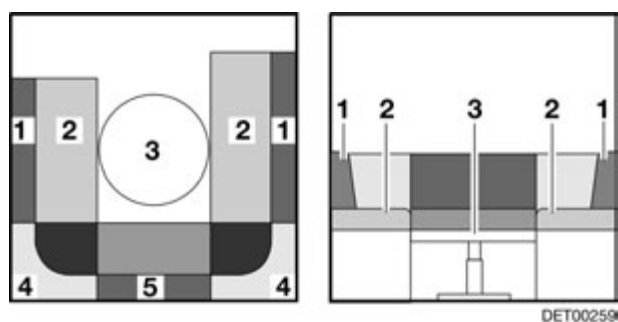

Fig. 64 Pendant la transformation
- Retirer les coussins de dossier (Fig. 64,1, 4 et 5).